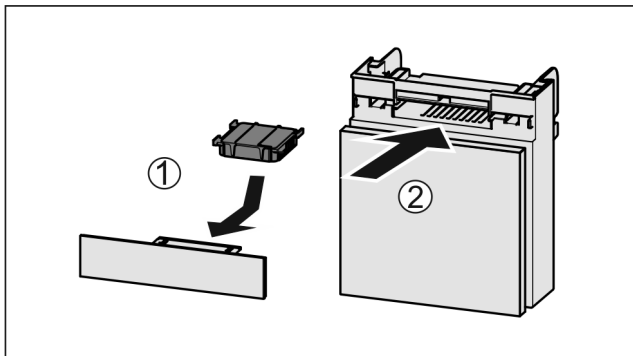

Fig. 148
- ▶ Introduceți Fig. 148 (1) filtrul de cărbune activ după cum se vede în figură.
- ▶ Împingeți Fig. 148 (2) compartimentul în interior.